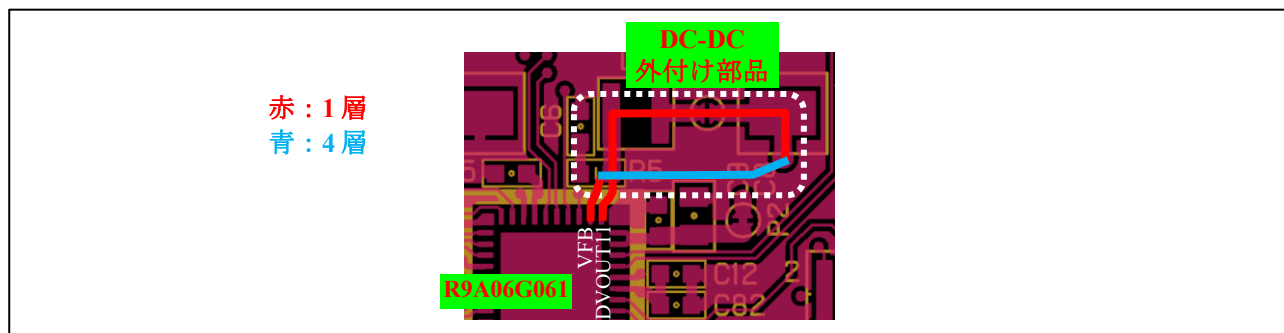

Figure 2-8 DC-DC コンバータ外付け部品の配置例
- ・ R9A06G061 のデカップリング容量及び R9A06G061 内蔵 DC-DC 外付け部品は、R9A06G061 の端子の近傍に配置し、DVOUT11→VFB の配線は、他の信号との交差は避けて、極力最短で配線して下さい。Figure 2-8 に DC-DC コンバータ外付け部品の配置例を示します。